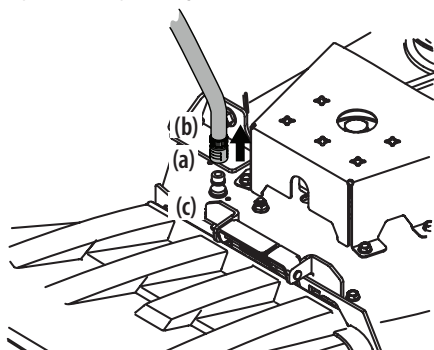

Figure 20
3. Tirez sur le collier d'arrêt (a) de l'adaptateur (b) et installez l'adaptateur sur l'embout du système de nettoyage du plateau de coupe (c). Relâchez le collier d'arrêt pour fixer l'adaptateur sur l'embout du système de nettoyage du plateau de coupe. Voir Figure 20.